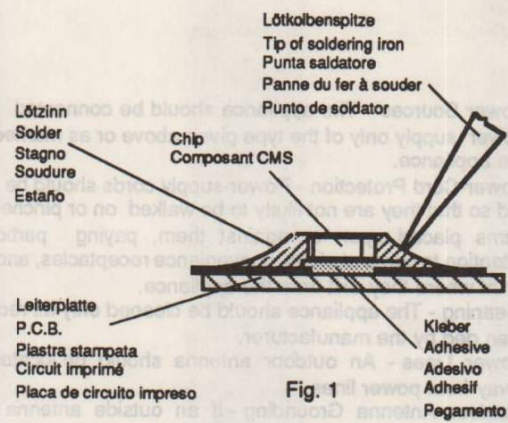

Fig. 1
1. Schritt: CHIP- Lötstelle mit Sauglitze absaugen (Fig. 1).
1. step: Clean the CHIP soldering point with a solder wick (Fig. 1).
En este caso es decisiva la medida de la corriente derivada (Fig.1).
1. Aspirer la soudure du composant CMS à la l'aide de la tresse à souder (Fig. 1).
1. Aspirare i punti di saldatura del CHIP con una calza dissaldante (Fig. 1).
- Primer paso: Aspirar el estaño del punto de soldadura con un aspirador de los tipos de pera o de resorte (Fig. 1).